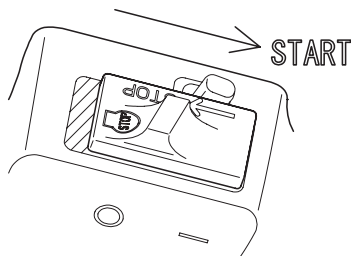

Fig.9-9
Appuyez sur le levier (J) et maintenez le levier (I). Lâchez les leviers (J) et (I) tout en maintenant le bouton (L) enfoncé. La manette des gaz (I) est maintenant en position d'accélération partielle, afin de permettre au moteur de démarrer plus rapidement et plus facilement. Pousser le bouton (H) dans la direction de "→ START" (Fig. 9-9).
Pousser le bouton (H) dans la direction de "→ START" (Fig. 9-9).